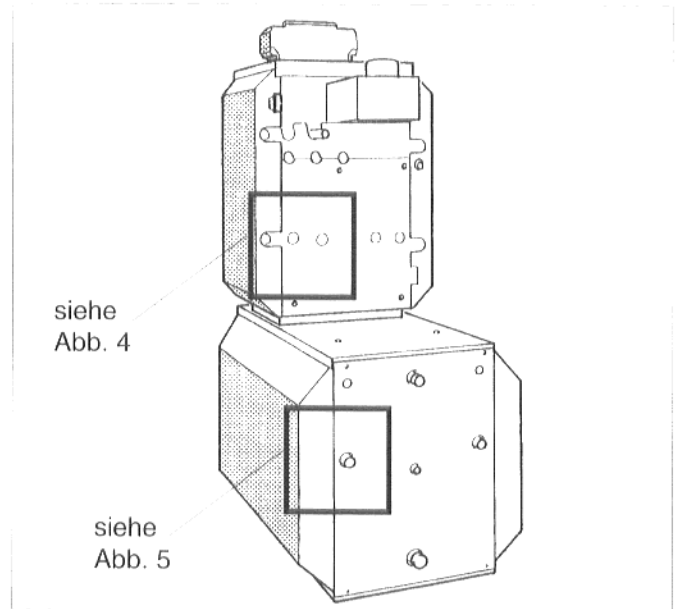

Abb. 3: Rückansicht vor Montage
- Schutzkappe vom Kessel-/Speicherrücklauf des Kessels entfernen (Abb. 3 und 4).
- Verschlußdeckel von T-Stück (Lieferumfang Kessel) abschrauben, Flachdichtung in die Überwurfmutter des T-Stücks einlegen und T-Stück am Speicherrücklauf des Kessels festschrauben (Abb. 3 und 4).
- Flachdichtung in die Überwurfmutter des kürzeren Metallwellschlauchs einlegen, Metallwellschlauch vorformen und am T-Stück festschrauben (Abb. 3 und 4).
- Flachdichtung in die Überwurfmutter des Winkels einlegen und Winkel am Speicherrücklauf festschrauben (Abb. 3 und 5).
- Flachdichtung in die zweite Überwurfmutter des Metallwellschlauchs einlegen und Metallwellschlauch am Winkel festschrauben (Abb. 3 und 5).